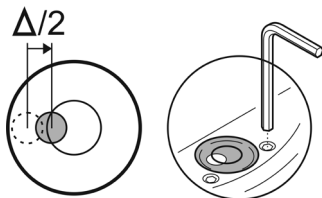

Рис. 9
Юстировка производится следующим образом: вращайте юстировочные винты (4) до тех пор, пока пузырек не сместится к центру круглого уровня на половину отклонения $\Delta/2$ (рис. 9).